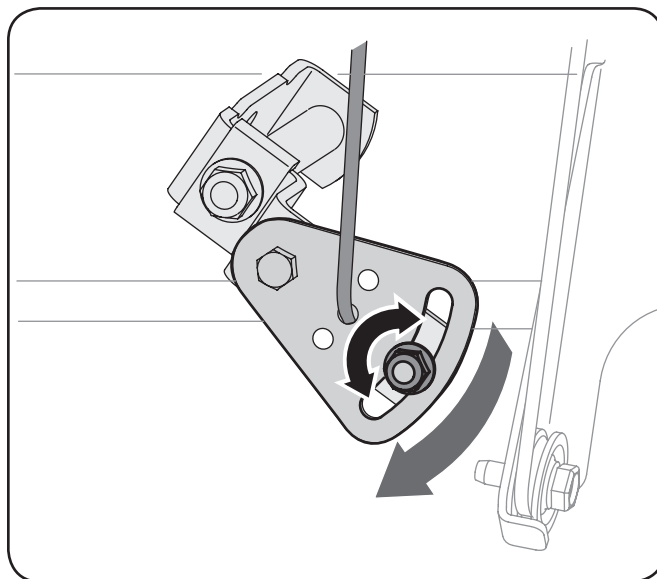

Figura 6-5
2. Afloje la tuerca hexagonal del soporte de posicionamiento del cable de cambios. Vea la Figura 6-5.